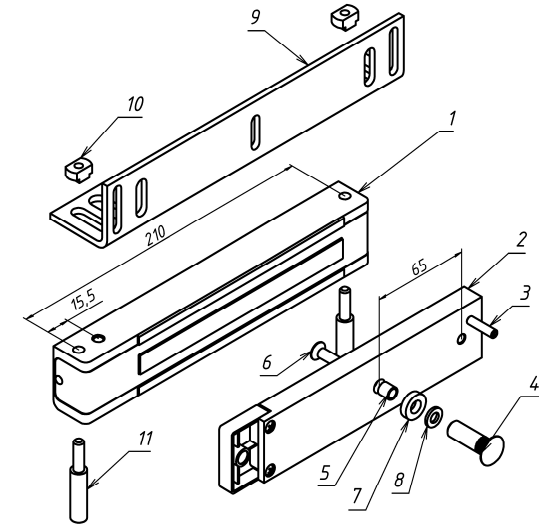

Рисунок 1
**3.1 Комплект поставки (рисунок 1):**
- корпус (1) - 1 шт.
- якорь (2) - 1 шт.
- комплект крепления якоря: штифт (3), втулка (4), втулка проходная (5), винт М6х35 (6), кольцо уплотнительное (7), шайба (8).
- L-уголок AL-300PR (9) - 1 шт.
- втулка (10) - 2шт.
- винт (11) - 2 шт.